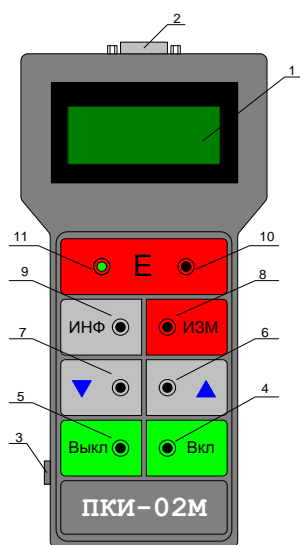
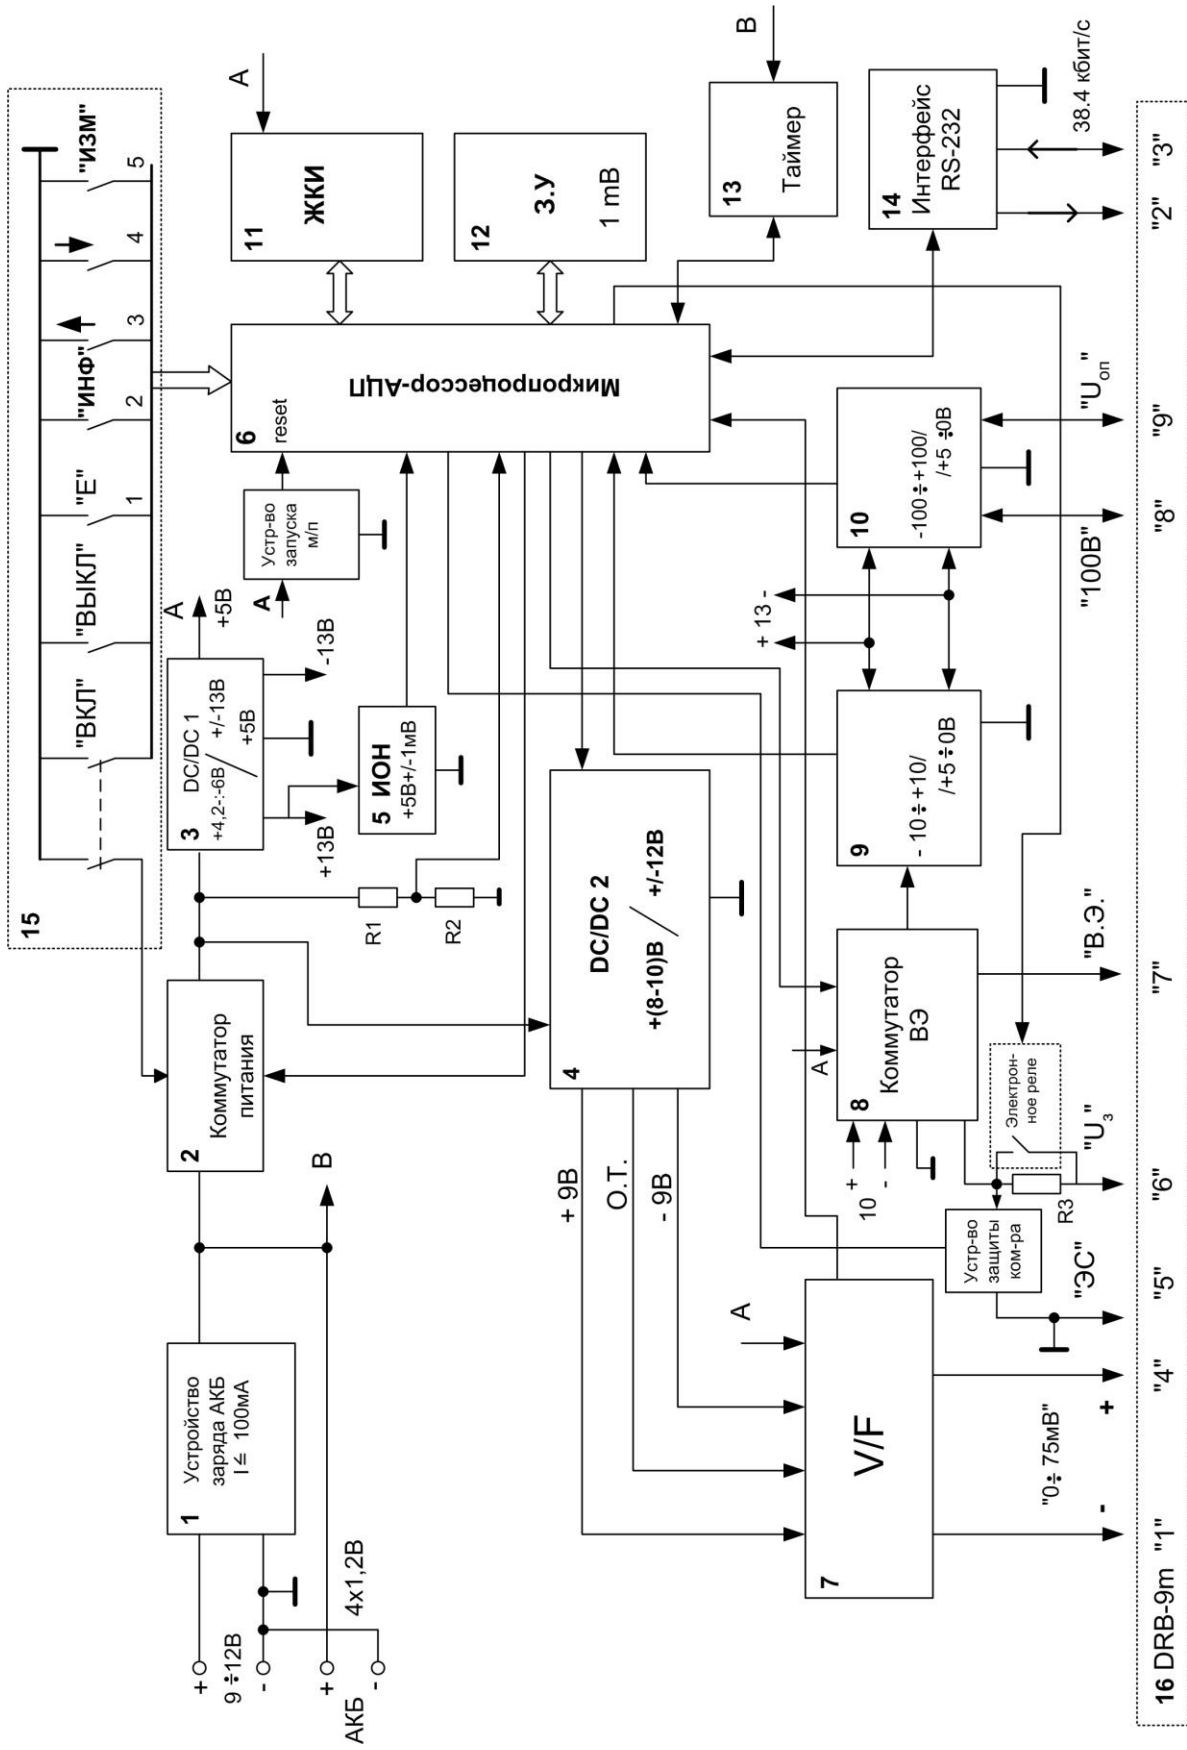
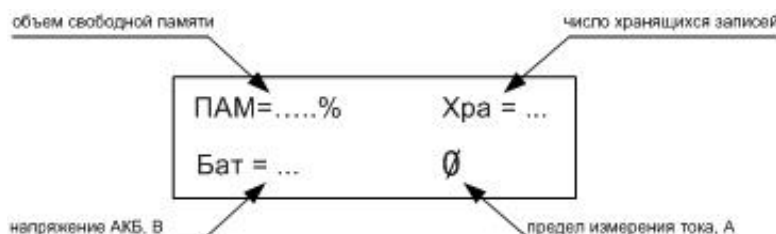
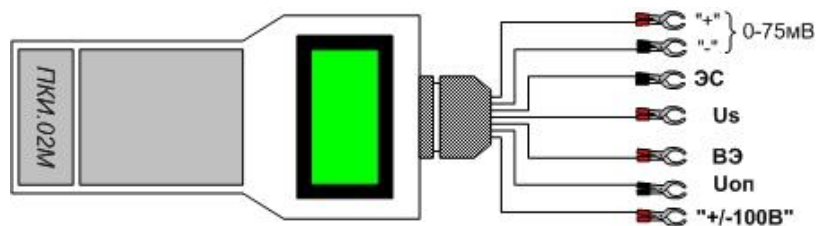

Рис.1
Рис.2. Прибор ПКИ-02М. Схема электрическая принципиальная
Рис.3
Рис.8.
4.2. Внешний вид прибора изображен на Рис.1.
4.4. Функциональная схема прибора приведена на Рис. 2.
Включение и выключение питания прибора осуществляется через коммутатор питания (поз.2, Рис.2) нажатием, соответственно, кнопок «ВКЛ» (поз.4, Рис.1) и «ВЫКЛ» (5, Рис.1), расположенных на лицевой панели прибора. **Для включения питания кнопку «ВКЛ» необходимо держать нажатой до заполнения обеих строк ЖКИ значками «*».**
При этом на ЖКИ индицируется следующая информация (Рис.3):
- подключите к разъему 2 (Рис.1) прибора прилагаемый соединительный кабель КС1-1 с 7 проводами, оснащенными зажимами типа «крокодил» (см. Рис.3);
7.1. Подключите к разъему 2 (Рис.1) прибора придаваемый соединительный кабель КС1-1, имеющий 7 концов, оснащенных разъемами типа «крокодил». Назначение проводов и условные обозначения, нанесённые на этих разъемах (подводящих проводах), приведено на Рис.8.